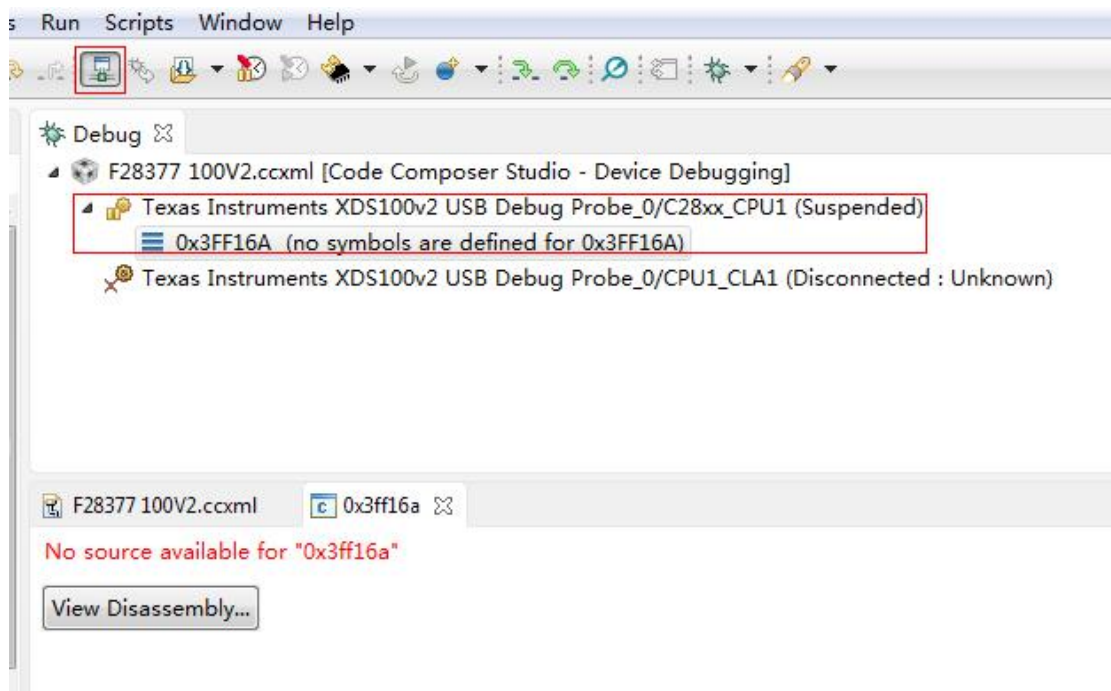

图 3-17-1 连接界面
- (1) 首先将 CCS6.1 开发环境打开;
- (2) 接着把仿真器的 USB 与电脑进行连接, 将仿真器的另一端 JATG 端插到 YX-F28377 开发板的 JATG 针处 (注意仿真器插入方向, 请仔细核对防差错针的位置);
- (3) 连接目标板, 出现如下图 3-17-1 则表示连接成功;